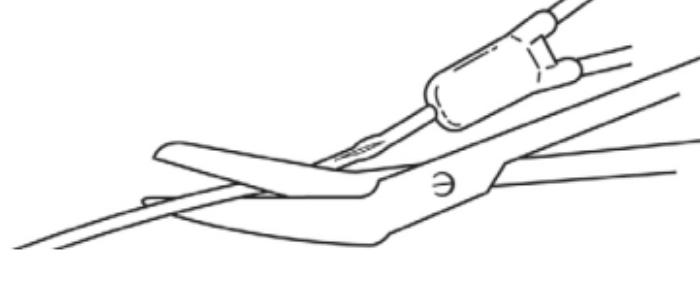

Fig. 2
2. Schneiden Sie den beschädigten Teil des Katheters ab (Fig. 2).